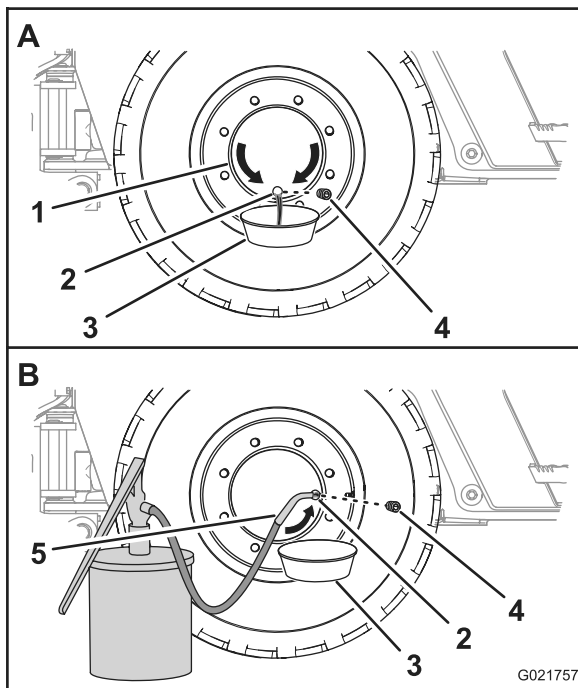

Figura 85
1. Mueva la máquina hacia adelante o hacia atrás hasta que el tapón de aceite del cubo de la rueda esté en la posición de las 6 (Figura 85).
2. Coloque un recipiente debajo del orificio de aceite del cubo de la rueda (Figura 85).
3. Retire el tapón y drene el aceite del planetario (Figura 85).
5. Mueva la máquina hacia adelante o hacia atrás hasta que el tapón de aceite del cubo de la rueda esté en la posición de las 3 o de las 9 (Figura 85).